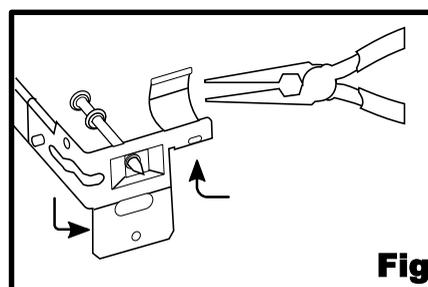

Fig. 7
1. Utilisez des pinces pour plier les deux languettes aux extrémités des barres de suspension. [Fig. 7] Pliez la languette la plus proche de la barre vers le bas jusqu'à une position verticale. [Fig. 7a] Courbez l'autre languette vers le haut à environ 180°. [Fig. 7b]